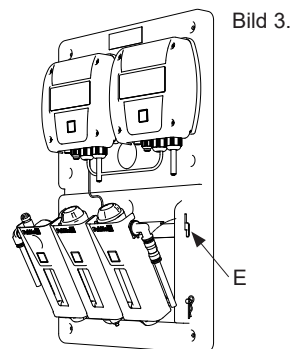

Bild 3.
4. Lossa bygeln (E), fäll modulerna framåt, se bild 3.